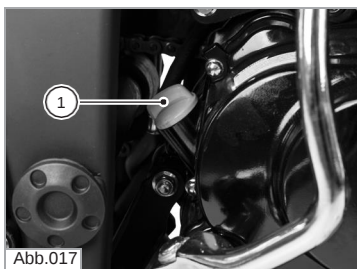
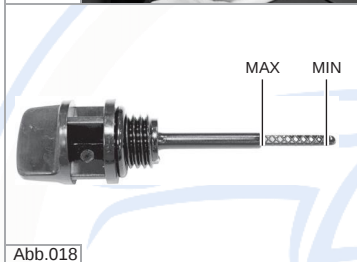
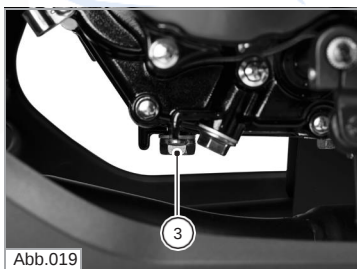

Abb.017
Abb.018
Abb.019
1. Prüfen Sie den Ölstand am Messstab (1) rechts am Motor (siehe Abb. 017 und Abb. 018). Wenn der Stand nicht innerhalb von Min/Max liegt, oder das Öl schwarz ist, ersetzen Sie es.
2. Beim Ölwechsel sollte der Ölmesstab (1) herausgeschraubt bleiben.
3. Ablassschraube (3) im unteren Teil des Motors herausdrehen (siehe Abb. 019) und das Motoröl ablassen.